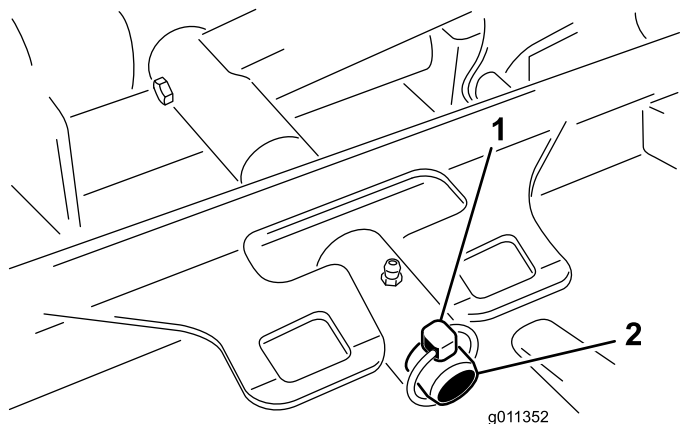

図 68
3. デッキのキャリアフレームを昇降アームのピボットピンに固定しているリンチピンまたはリテーナナットを外す 図 68。
3. デッキのキャリアフレームを昇降アームのピボットピンにセットする。リンチピンまたはリテーナナットで固定する 図 68。